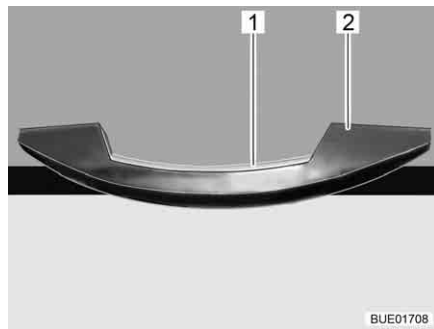

Bild 50 Handtag med låslist (exempel)
- Tryck in låslisten (Bild 50,1) och håll den intryckt.
- Öppna skåpluckan genom att dra i handtaget (Bild 50,2).